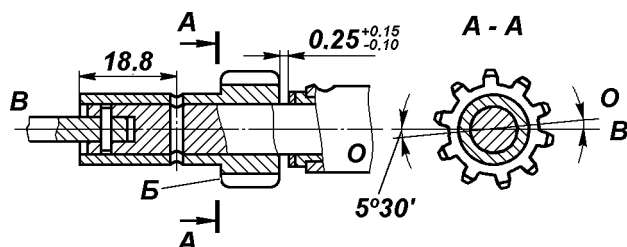

Рис. 4.98. Положение шестерни привода на валике: Б -торец зуба шестерни; О -ось, проходящая через середину впадин зубьев
2. Соединив валик 10 привода с промежуточным валиком-пластиной 3 привода и надев упорную шайбу 7, напрессуйте шестерню на валик, выдержав зазор между упорной шайбой и шестерней привода $0,25^{+0,15}_{-0,10}$ мм (рис. 4.98).